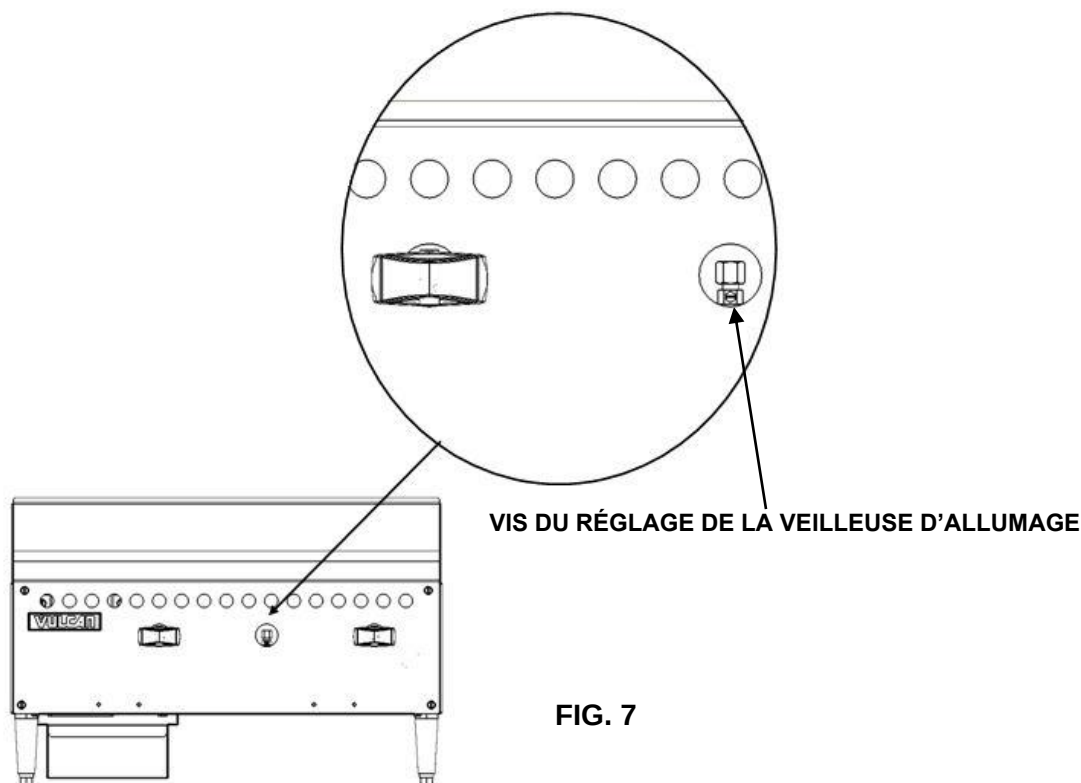

FIG. 7
3. Tout en surveillant par le trou de regard de la veilleuse, vous devez atteindre le dessous à l'avant de l'appareil et la fente de la veilleuse pour l'allumer à l'aide d'une source d'inflammation extérieure (telle qu'une tige pour allumer les bougies, etc.). Il peut être nécessaire de régler la soupape de la veilleuse pour augmenter le gaz. Voir Fig. 7 à la page 11.
À l'aide d'un tournevis à tête plate, tournez la vis à tête hexagonale fendue de réglage de la veilleuse d'allumage dans le sens des aiguilles d'une montre pour diminuer la flamme et dans le sens contraire des aiguilles d'une montre pour augmenter la flamme. Voir Fig. 7.